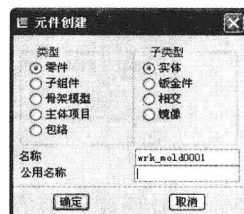

图 1-7 “元件创建”对话框
(1) 单击绘图区域右侧工具栏上的“创建”按钮，系统弹出“元件创建”对话框，在“名称”文本框中输入工件名称“wrk_mold0001”，如图 1-7 所示。